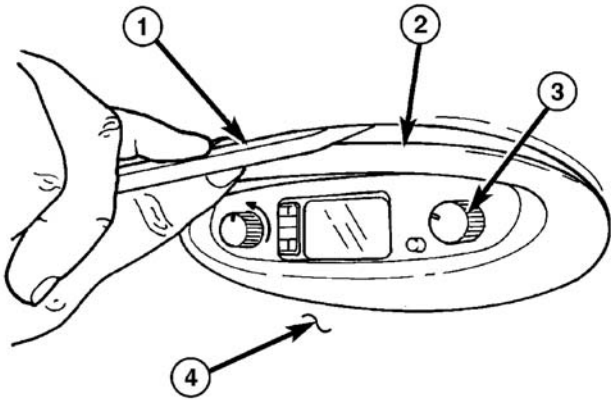
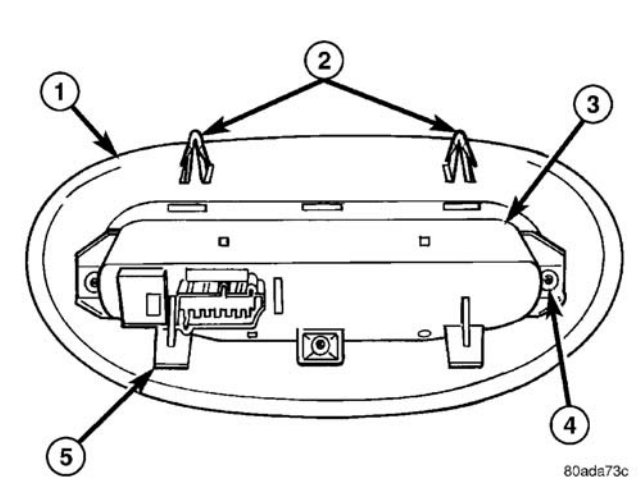

图 1 暖风空调控制装置
图 2 暖风空调控制装置仪表框
- (1) 断开并隔离蓄电池负极电缆。
- (2) 用装饰板撬杆或其它合适的宽扁平刃工具，轻轻地将后暖风和空调控制仪表框的顶缘托离车顶内衬到足以松开两个卡夹固定器（图1）。
- (3) 朝后拉后暖风和空调控制和仪表框装置到足以接触控制装置背面上的车顶内衬线束接头。
- (4) 从控制接头插座断开用于后暖风和空调控制的车顶内衬线束接头。
- (5) 从车顶内衬卸下后暖风空调控制装置。
- (6) 卸下将后暖风空调控制装置紧固到玻璃框上的三个螺钉（图2）。
- (7) 从仪表框上卸下后暖风空调控制装置。